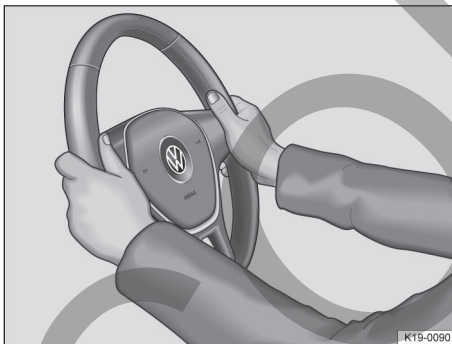

Fig. 85 En el volante: posición equivalente a las 9 y las 3 horas.
- Ajuste el volante de forma que pueda sujetarlo con ambas manos por los lados, por su parte exterior, en la posición equivalente a las 9 y las 3 horas con los brazos ligeramente flexionados → fig. 85.
- Con el fin de reducir el peligro de sufrir lesiones en caso de que se dispare el airbag frontal del conductor, durante la conducción sujete siempre el volante por los lados, por su parte exterior, con las manos en la posición equivalente a las 9 y las 3 horas → fig. 85.